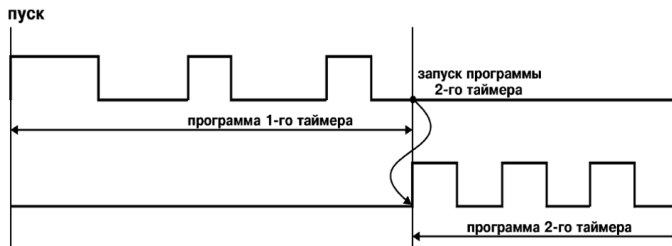

Рисунок 3.18
3.1.7.5 При «rESt» = 4 (установка возможна только при значениях «Inp» = 1, 2 или 3) запуск или перезапуск таймера 2 происходит после окончания выполнения программы таймера 1 (рисунок 3.18).